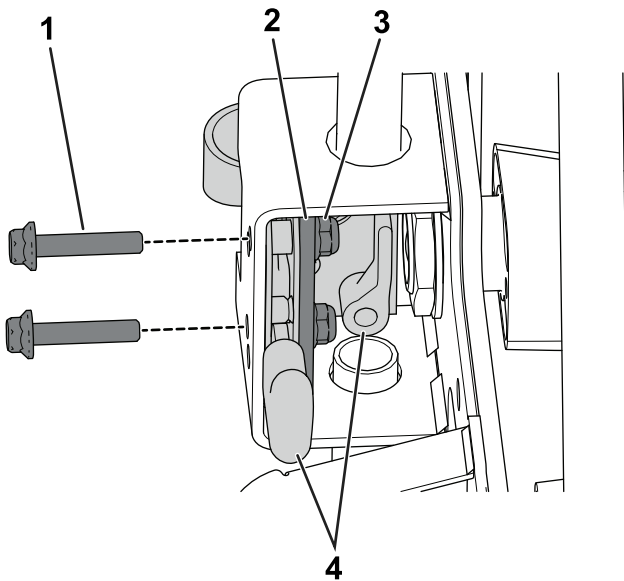

Bild 1
- Entfernen Sie die Schrauben, die Stützplatte und die Muttern, mit denen die Riegel an der Griffhalterung befestigt ist (Bild 1).
6. Montieren Sie die Riegel an der Griffhalterung mit den Befestigungsmitteln, die Sie im Schritt 1 entfernt haben, siehe Bild 1.